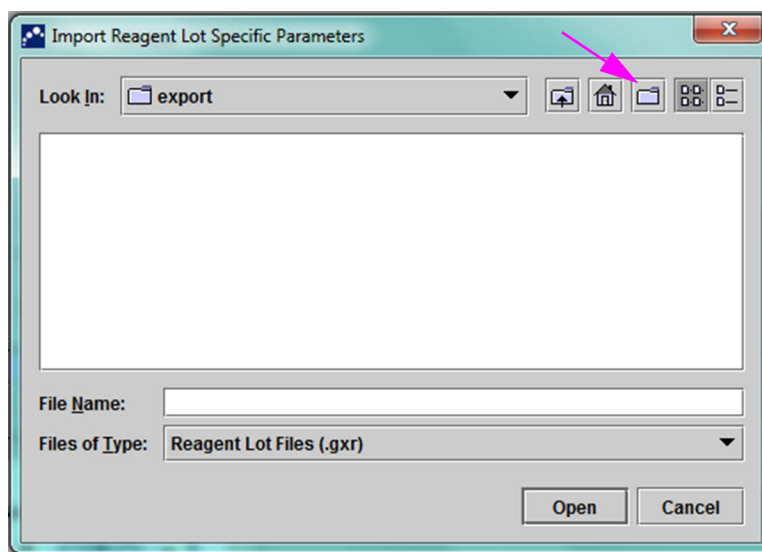

Figura 2-96. Caseta de dialog Importare parametri specifici lotului de reactivi
4. Utilizând zona de vizualizare a fișierelor Căutare în: (Look In:), (consultați Figura 2-96) localizați și selectați anterior fișierul .gxr/.nxr primit anterior de la Asistența tehnică, apoi faceți clic pe **Deschidere (Open)**. Apare numărul noului lot în caseta de dialog Parametri specifici lotului de reactivi (Reagent Lot Specific Parameters). Faceți clic pe **Închidere (Close)** în caseta de dialog Parametri specifici lotului de reactivi (Reagent Lot Specific Parameters) pentru a reveni la fereastra Definire analize (Define Assays).